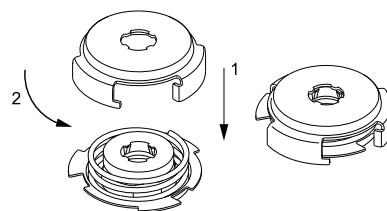

Fig. 25 Montaje del muelle y del disco
7. Montar el muelle (pos. 108) y el disco (pos. 112). Ver fig. 25.